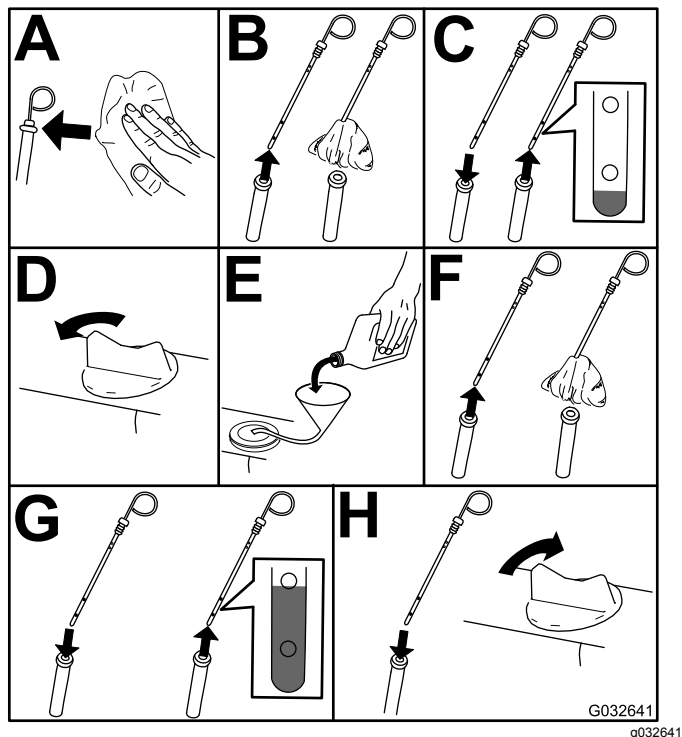

Figure 46
3. Contrôlez le niveau d'huile moteur (Figure 46).